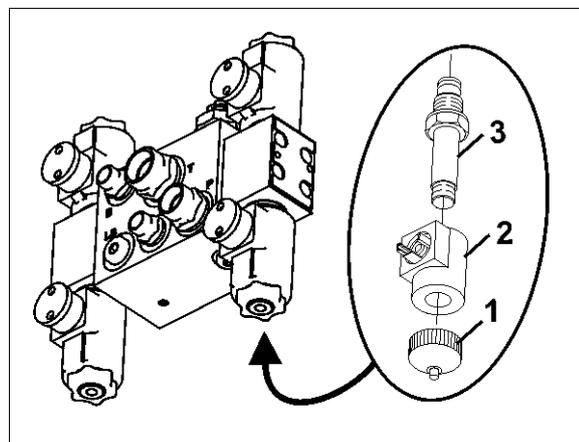

Fig. 174
1. Magnetkappe (Fig. 174/1) abschrauben.
2. Magnetspule (Fig. 174/2) abnehmen.
3. Ventilstange (Fig. 174/3) mit Ventilsitzen herausdrehen und mit Druckluft oder Hydrauliköl säubern.